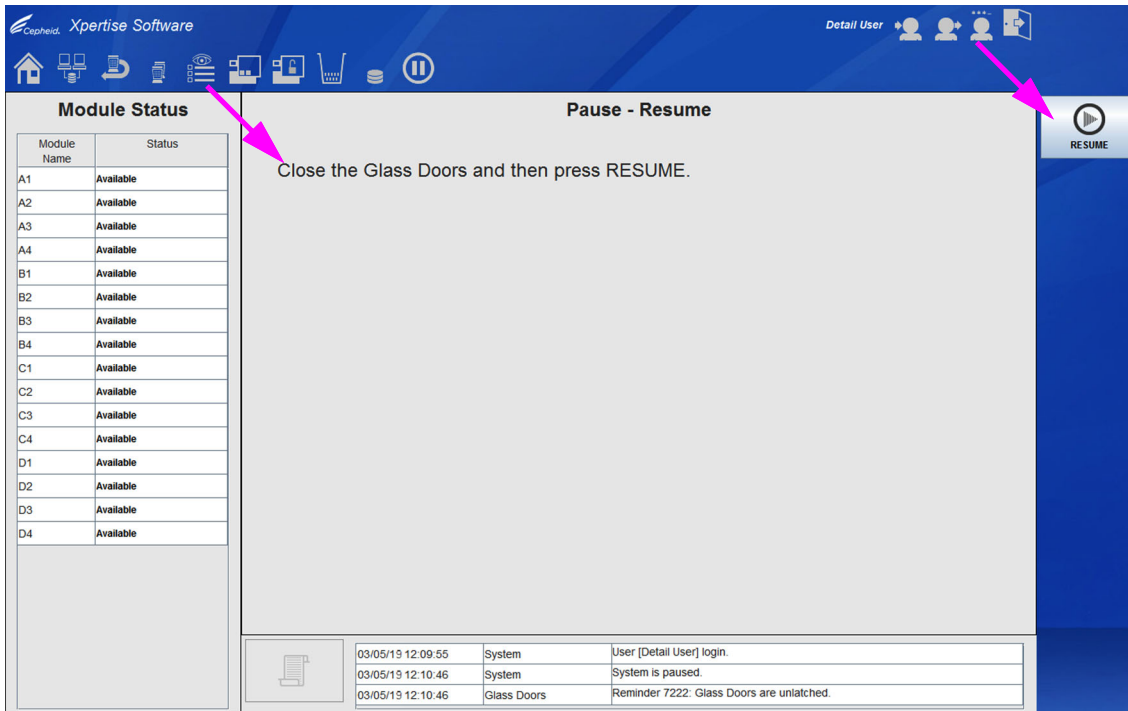

Figura 10-44. Área de trabalho Pause - Resume (Pausa - Prosseguir)
Se não existirem mais cartuchos para retirar, selecione o botão **RESUME (PROSSEGUIR)**. A área de trabalho Pause - Resume (Pausa - Prosseguir) é apresentada. Ver Figura 10-44.
Se o sistema não conseguir encontrar a informação do pedido do cartucho, será apresentado um alerta. Ver Figura 10-43. Selecione o botão **OK**. A área de trabalho Pause - Resume (Pausa - Prosseguir) é apresentada. Ver Figura 10-44.
5. Na área de trabalho Pause - Resume (Pausa - Prosseguir), feche as portas de vidro e, em seguida, selecione o botão **RESUME (PROSSEGUIR)**. Ver Figura 10-44.